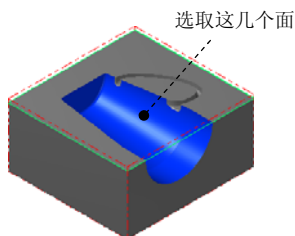

图 21.14 选取加工面
(1) 选取加工面。在图形区中选取图 21.14 所示的面 (共 5 个面), 然后按 Enter 键, 系统弹出“刀具路径的曲面选取”对话框。